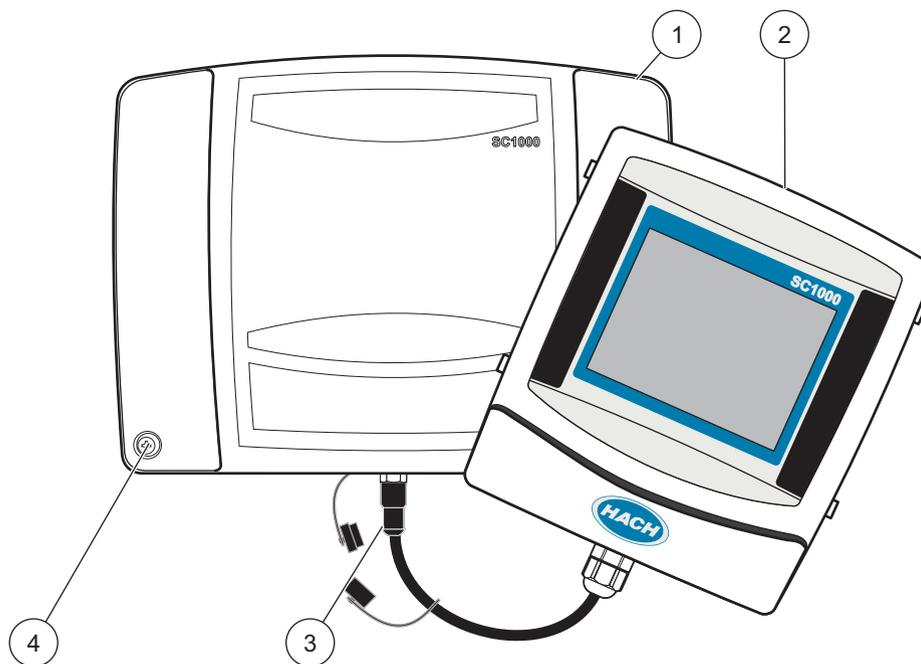

Figure 5 Enlever le module d'affichage et le couvercle du module de sonde
Enlever le module d'affichage avant d'effectuer toutes les affectations de câblage (Figure 5).
2. Enlever le module d'affichage du module de sonde (Figure 5).